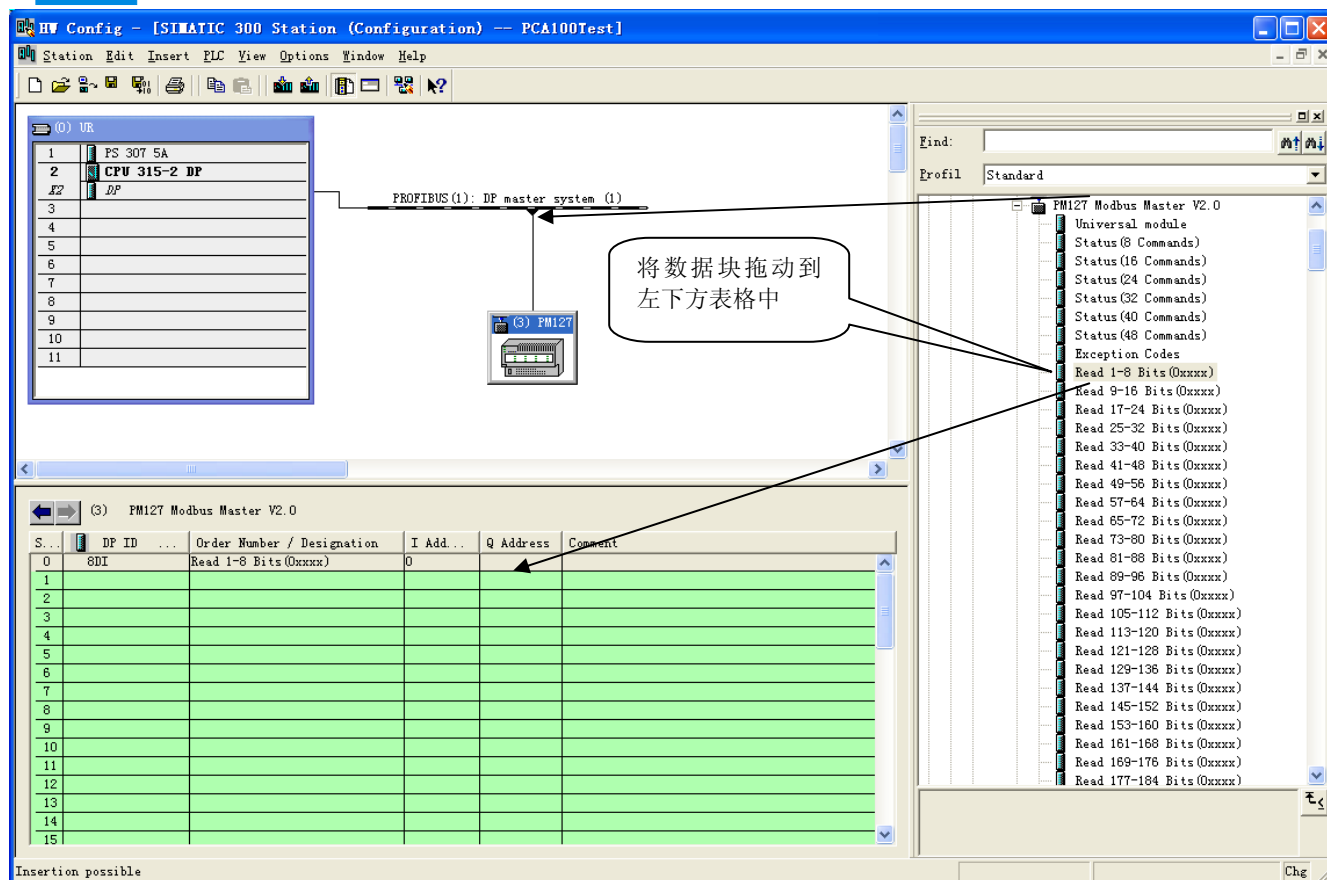

图 12
5. 将从站 PM-127 配入到 PROFIBUS 网络配置当中，并将输入输出数据块映射到 S7-300 或者其它控制器的内存当中，如图 12: